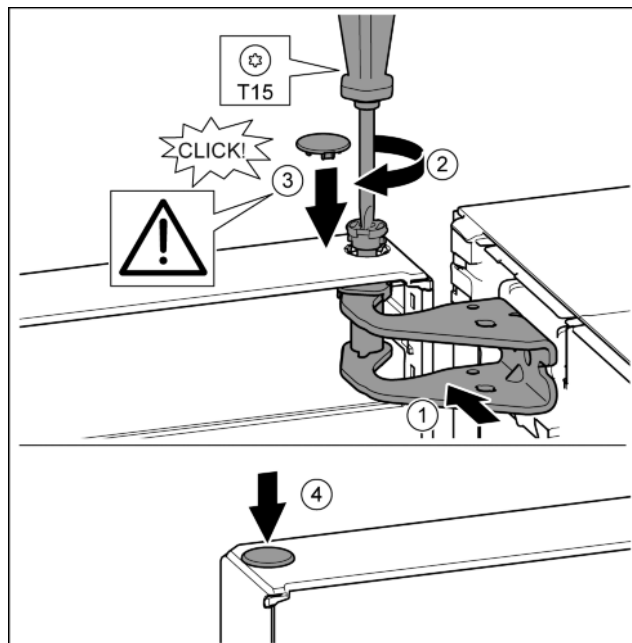

Fig. 24
- ▶ Wyrównać drzwi u góry względem otworu w płytce zawiasu. *Fig. 24 (1)*
- ▶ Założyć sworzeń i dokręcić śrubokrętem T15. *Fig. 24 (2)*
- ▶ Zamontować osłonę bezpieczeństwa w celu zabezpieczenia drzwi: Włożyć osłonę zabezpieczającą i sprawdzić, czy przylega ona do drzwi. Ponadto założyć cały sworzeń. *Fig. 24 (3)*
- ▶ Założyć zatyczkę. *Fig. 24 (4)*